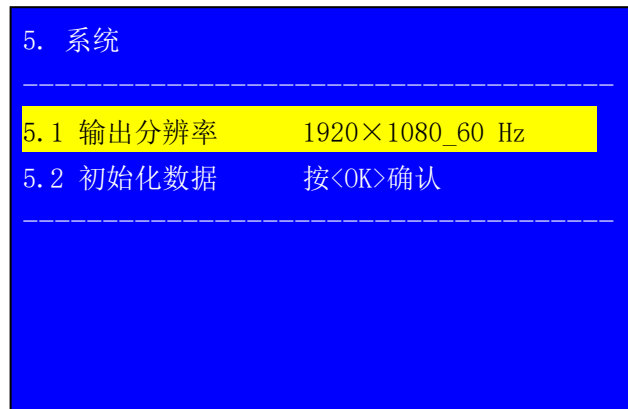

图 4-3
- 2.2) 如图 4-3，LCD 显示为 **A65** 在初始化时的启动界面